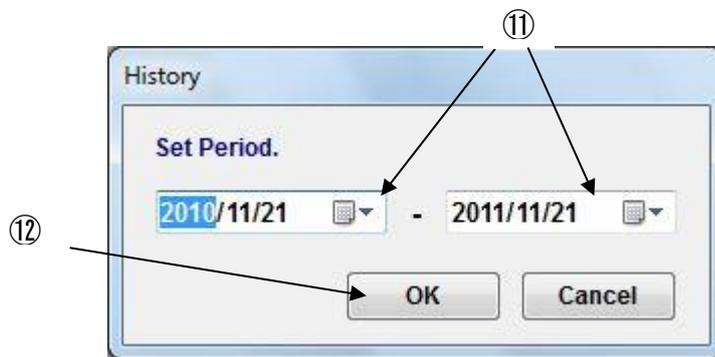

図 10-5 Period Setting ダイアログ
(10) [Period]を選択すると“Period Setting ダイアログ”(Fig.10-5) が表示されます。
(11) 日付入力または[▼] マークをクリックしカレンダー上で日付を変更してください。
(13) 更新された日付にて全発注品データが再表示されます。
(14) 部品検索には“Code Search”機能または“Filter” 機能をご使用ください。(18 章参照)